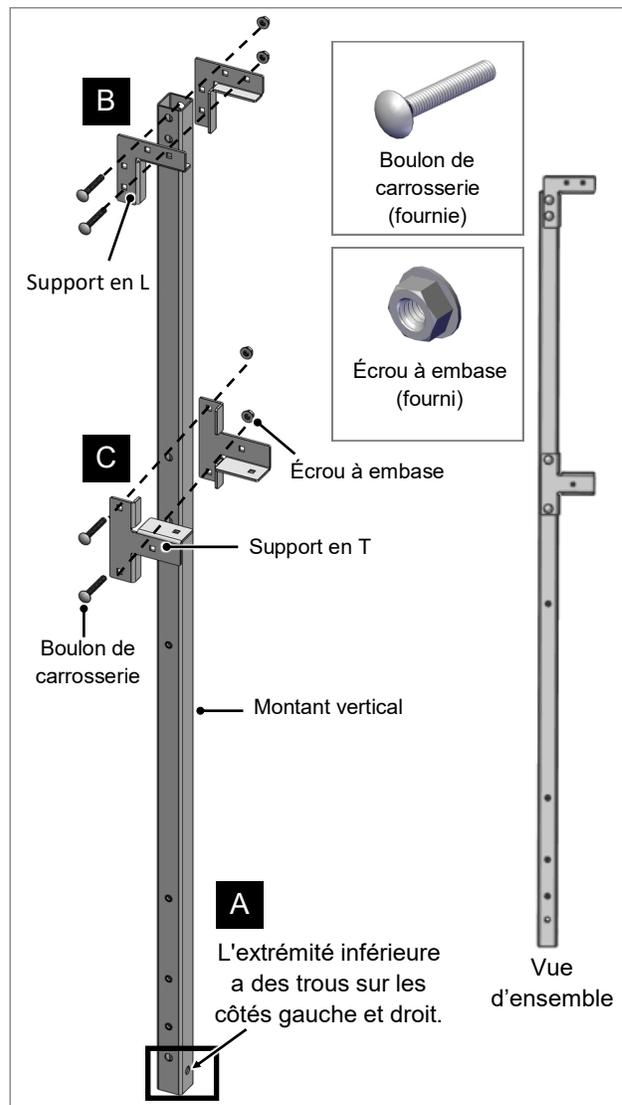

Fig. 4. Montant vertical
L'extrémité supérieure a des trous sur les côtés avant et arrière uniquement. L'extrémité inférieure a un trou supplémentaire sur les côtés gauche et droit (voir "A" dans la figure 4).
- Fixez deux (2) supports en L sur le dessus du pied (un de chaque côté) et fixez-les avec deux (2) boulons de carrosserie et deux (2) écrous à embase (voir « B » sur la figure 4).
- Fixez deux (2) supports en T au milieu du pied (un de chaque côté) et fixez-les avec deux (2) boulons de carrosserie et deux (2) écrous à embase (voir « C » sur la figure 4).